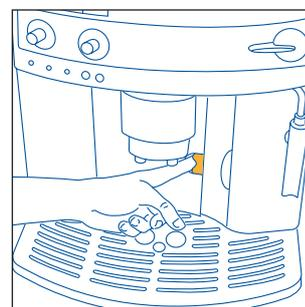
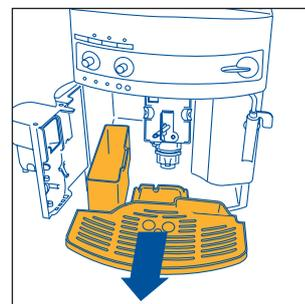

Fig. 15
Fig. 16
NOTA 7: A máquina conta o número de cafés tirados. A cada 14 cafés normais (ou 7 duplos), a luz piloto 🔦 acende-se fixamente (cap. 12 ponto 3), indicando que o recipiente de borras está cheio de pastilhas e que é, assim, necessário esvaziá-lo e limpá-lo. Enquanto não limpar a gaveta de borras, a luz manter-se-á acesa e a máquina não poderá fazer o café. Para efectuar a limpeza, abra a porta de serviço situada na parte frontal, puxando a pega própria (fig. 15); a luz ⚠ intermitente acender-se-á (consulte o par. 12, ponto 9); retire depois a pingadeira (fig. 16), esvazie-a e limpe-a. Esvazie e limpe cuidadosamente a gaveta de borras, tendo o cuidado de remover todos os resíduos que possam estar depositados no fundo. Seque também as eventuais gotas de condensação que estejam depositadas no interior da máquina sob a pingadeira. **IMPORTANTE: Sempre que retirar a pingadeira, é OBRIGATÓRIO esvaziar o recipiente de borras de café, ainda que este esteja pouco cheio. Se esta operação não for efectuada pode acontecer que, quando tirar os cafés seguintes, o recipiente de borras se encha mais do que o previsto e que a máquina fique obstruída com pastilhas saturadas.**
- Abra a porta de serviço (fig. 15);
- Retire a pingadeira e o recipiente de borras (fig. 16) e lave-os;